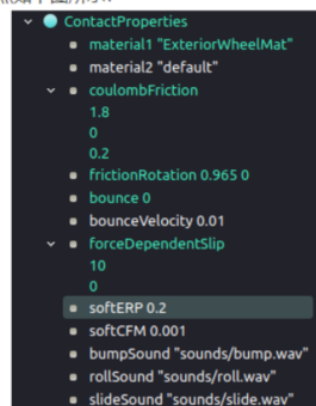

图 3: ContactProperties 参数设置
2. 设置两个ContactProperties节点的参数如图3所示